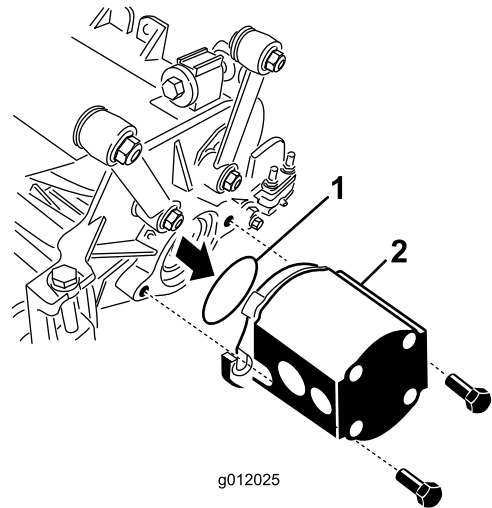

図 25
5. 駆動モータのフランジにリングカッティングユニットの付属部品を取り付ける 図 25。